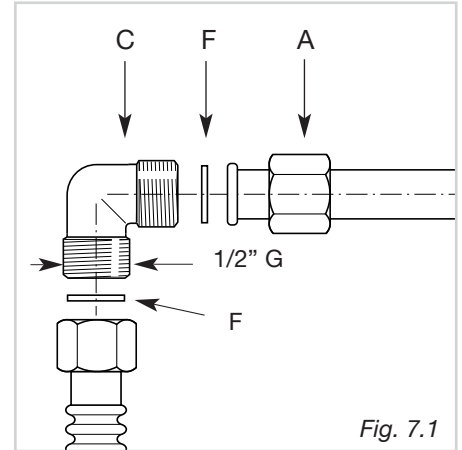

Fig. 7.1
- ✓ Las guarniciones F (fig. 7.1) son elementos que garantizan la estanqueidad de la conexión del gas.